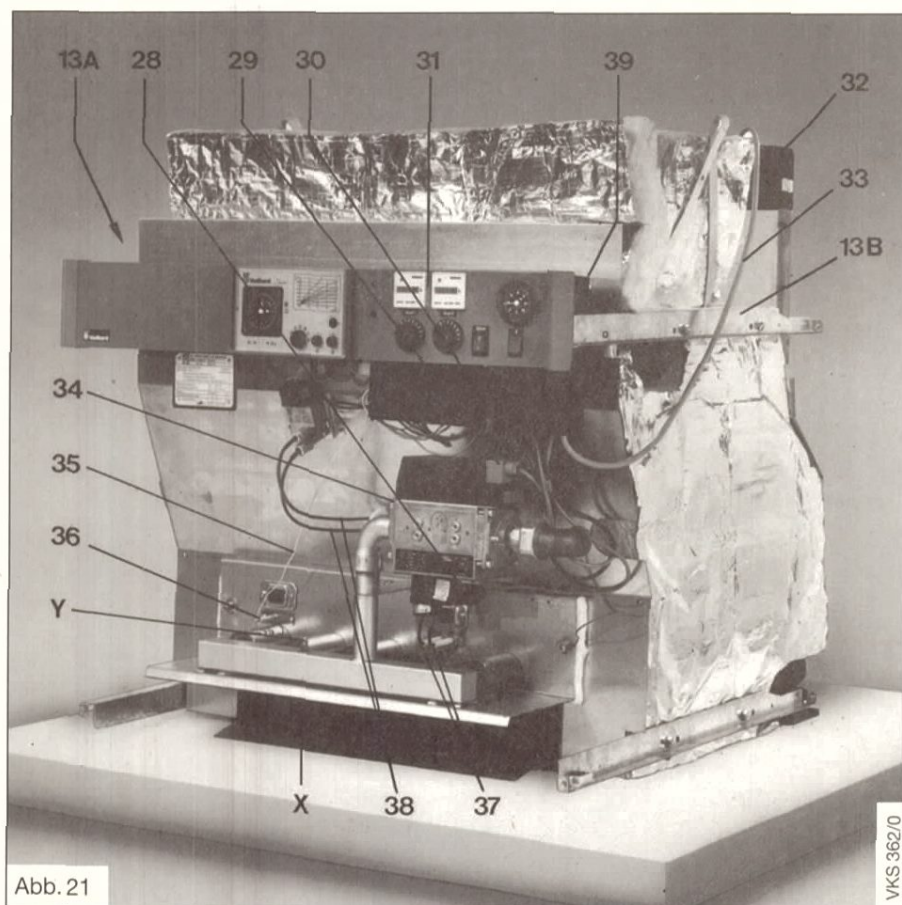

Abb. 21
- Die Schaltleiste wie in Abb. 21